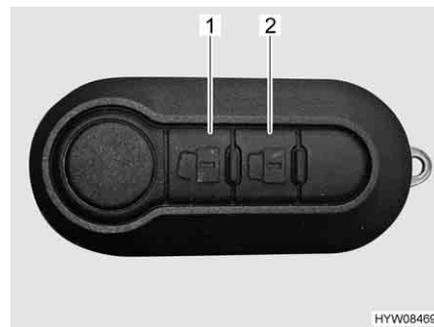

Fig. 54 Télécommande du verrouillage centralisé
- Appuyer une fois brièvement sur la touche  (Fig. 54,1). Les serrures de porte sont déverrouillées.
- Appuyer une fois brièvement sur la touche  (Fig. 54,2). Les serrures de porte sont verrouillées.